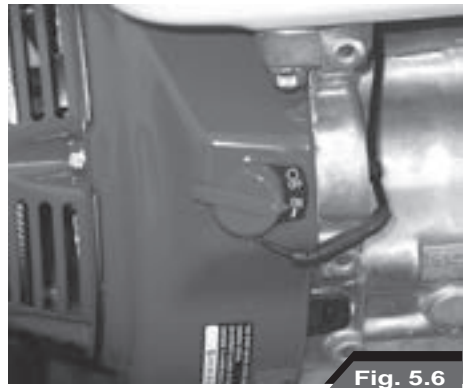

Fig. 5.6
- Posicione el interruptor motor ON/OFF en ON (Fig. 5.6).
- Aferre la manija del encendido motor (15), tire delicadamente en modo de favorecer el enganche del mecanismo de movimiento de la rueda. Sucesivamente den un enérgico tirón, si es necesario pueden ayudarse apoyando el pie sobre la rueda para ejercer mayor fuerza. Repita esta operación dando siempre golpes secos y firmes has-ta el encendido del motor.
- Para apagar el motor basta posicionar el interruptor ON/OFF en OFF (Fig. 5.6), el motor se detendrá en pocos segundos.